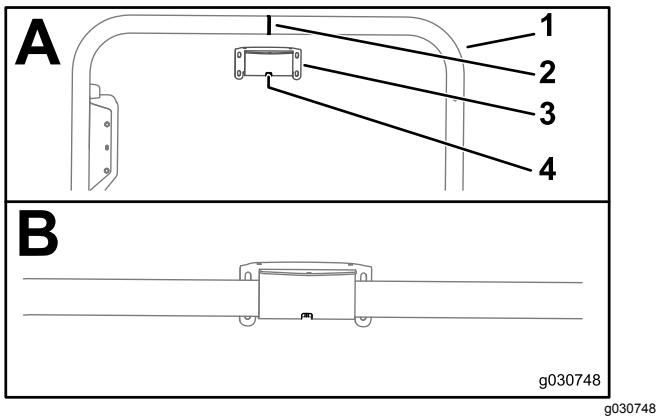

Figura 148
1. Alinee la ranura situada en el centro del soporte de receptor con la costura de soldadura en la línea central del tubo del ROPS (Figura 148).